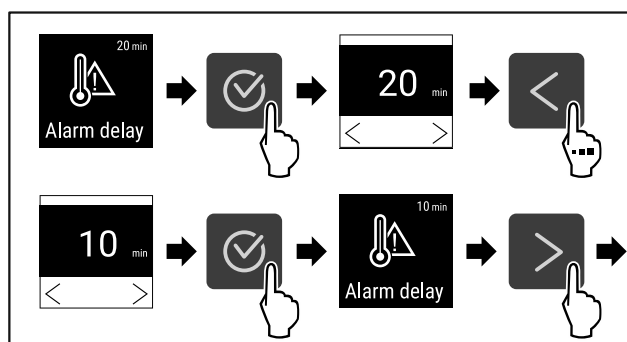

Fig. 128
- ▶ Suivre les étapes (voir Fig. 128) .